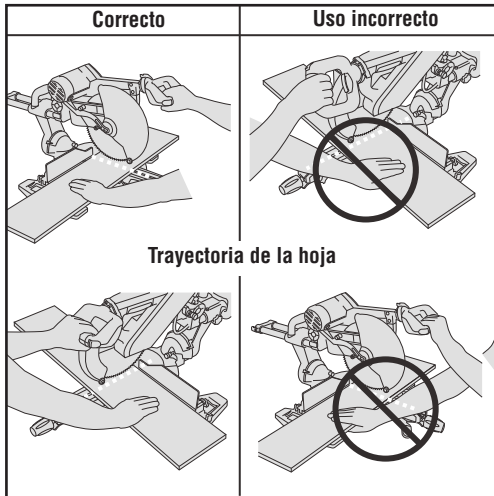

Figura 19. Posiciones de las manos
**ADVERTENCIA** Posicione el cuerpo y las manos de modo adecuado para hacer que las operaciones de corte sean más fáciles y seguras. Siga las instrucciones siguientes (Figura 19).